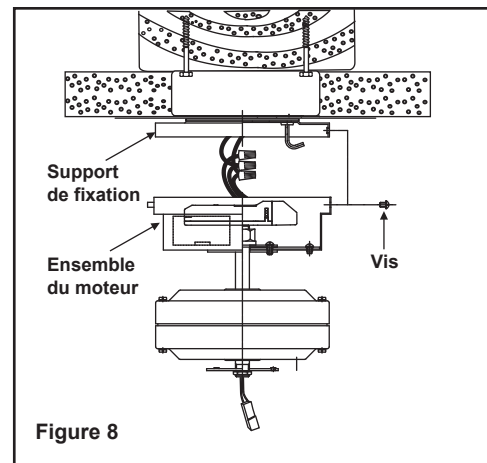

Figure 8
Étape 1. Mettez le ventilateur en position sur les quatre supports de fixation et fixez à l'aide des quatre vis fournies. (Fig. 8)